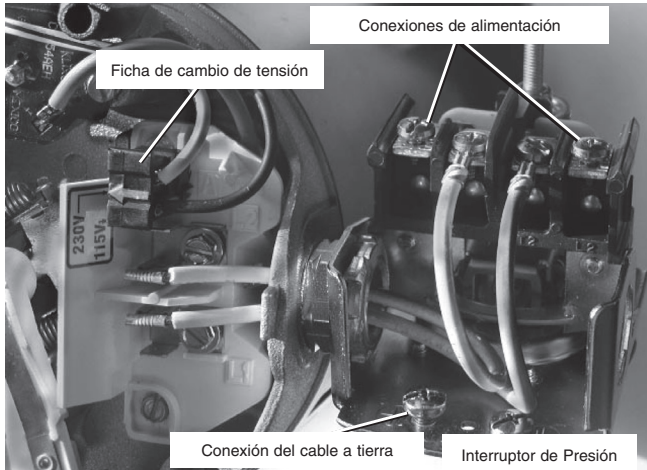

Figura 6: Tensión configurada para 230 V, tipo ficha.
4. Conecte los conductores de alimentación a los dos tornillos exteriores en el manóstató según se ilustra en el Figura 6.
5. Conecte el cable a tierra a una de las conexiones a tierra según se ilustra en la Figura 6.
3. Conecte los conductores de alimentación a los dos tornillos exteriores en el manóstató según se ilustra en el Figura 6.
4. Conecte el cable a tierra a una de las conexiones a tierra según se ilustra en la Figura 6.
1. Conecte el alambre de puesta a tierra primero según se ilustra en la Figura 6. El alambre de puesta a tierra debe ser un alambre de cobre sólido por lo menos tan grande como los alambres de suministro de corriente.
4. Conecte los alambres de suministro de corriente al conmutador de presión según se ilustra en la Figura 6.